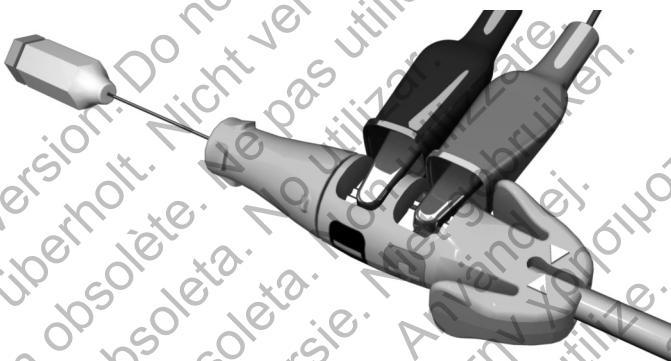

Figura 10. Pinzas del PSA conectadas a la herramienta de conexión
- Coloque las pinzas de cocodrilo del cable del PSA al contacto tipo muelle del cátodo (-) y el contacto tipo muelle del ánodo (+) de la herramienta de conexión. El uso de la herramienta de conexión impedirá que las pinzas de cocodrilo dañen el extremo terminal del conector y evitará el puenteo entre los contactos del terminal. Sujete bien las pinzas de cocodrilo en los contactos de muelle del cátodo y del ánodo para que las mediciones basales no sean imprecisas (Figura 10 en la página 26).